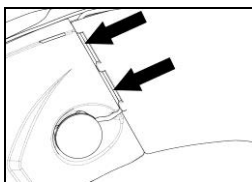

Fig. 17
- Posizionare il cavo del microfono nella scanalatura verticale e successivamente dietro il rivestimento guanciale (Fig. 17 – 17B). Se necessario, sollevare le linguette della scanalatura e il rivestimento guanciale con l'aiuto dell'utensile a testa piatta (fornito in dotazione).